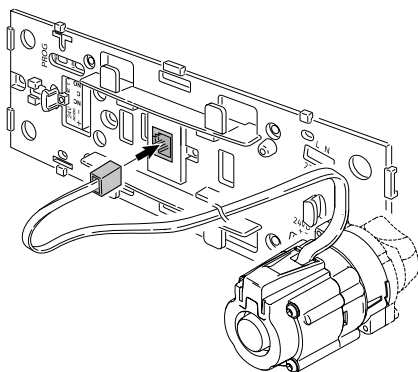

Fig. 24: Pumpenkabel am Modul Heatfixx aufstecken
- Das Pumpenkabel am Modul Heatfixx aufstecken (Fig. 24). Sicherungen einschalten. Die Elektronikbox wird jetzt mit Spannung versorgt und ist betriebsbereit. Dies wird erst durch ein kurzes rotes Aufleuchten und danach dauerhaft grünes Leuchten der Anzeige-LED am Modul Heatfixx (siehe Fig. 11, Pos. b) angezeigt.